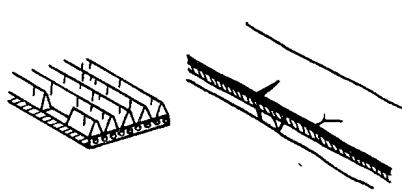

图 2-1 检查传动带
(1) 肉眼检查传动带是否过度磨损、芯线擦断等(图 2-1)，必要时，更换传动带。